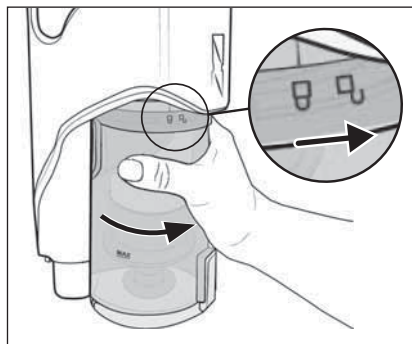

Fig. 25
- 8) Vuelva a colocar el depósito de polvo **7** en el aparato y gírelo hacia el símbolo **🔒** (cerrar) hasta que quede firmemente montado en el aparato (consulte la fig. 25).